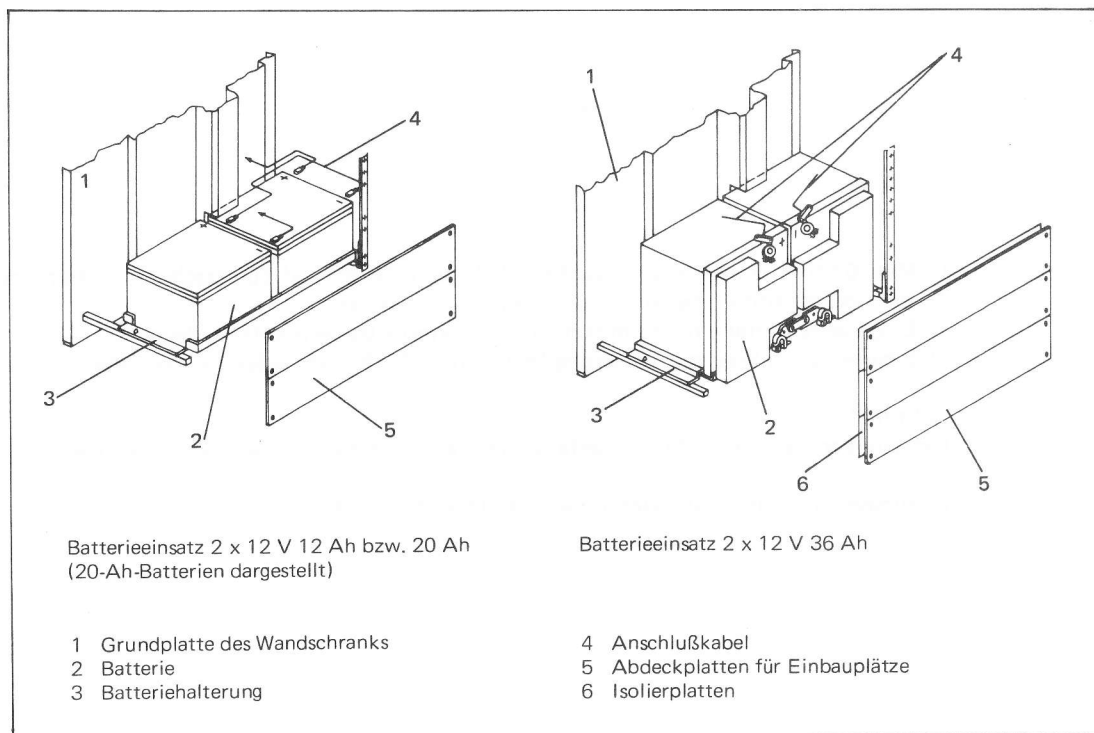

Bild 7 Batterieeinsätze für Kompaktzentralen
Die Batterieeinsätze, bestehend aus zwei 12-V-Batterien und der Batteriehalterung, werden nach Montageanleitung in den Wandschrank eingesetzt (siehe Bild 7). Dabei ist zu beachten, daß die oben angegebene Anzahl von Einbauplätzen (EP) nicht belegt werden können. Diese Felder werden mit Leerplatten abgedeckt (mit den Batteriehalterungen mitgeliefert). Der max. Ausbau der Zentrale ist also auch von der mechanischen Größe der vorgesehenen Batterie abhängig.